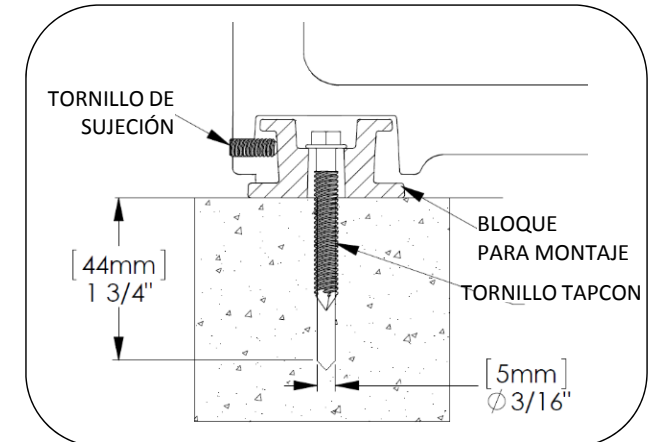

Fig. 3
5. Mueva los bloques para montaje y realice las perforaciones según la Fig.3. Retire los escombros de las perforaciones.
6. Coloque los tornillos Tapcon con una llave 5/16" (7,93 mm), como se indica en la Fig.3.